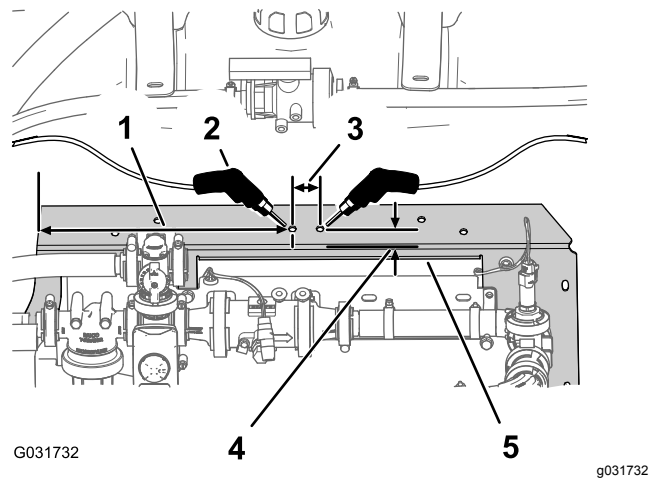

Bild 228
2. Messen Sie an der hinteren Kante der Verteilerbefestigung 19 mm nach vorne und markieren Sie die Verteilerbefestigung mit einem Bleistift (Bild 228).
4. Messen Sie an der Stanzstelle 32 mm nach rechts und markieren Sie die Verteilerbefestigung mit einem Bleistift (Bild 228).
5. Messen Sie an der hinteren Kante der Verteilerbefestigung 19 mm nach vorne und markieren Sie die Verteilerbefestigung mit einem Bleistift (Bild 228).
7. Bohren Sie an jeder Stanzstelle mit einem 8-mm-Bohrer ein Loch in die Verteilerbefestigung (Bild 228).
1. Messen Sie an der oberen linken Kante der Verteilerbefestigung 381 mm nach rechts und markieren Sie die Verteilerbefestigung mit einem Bleistift (Bild 228).